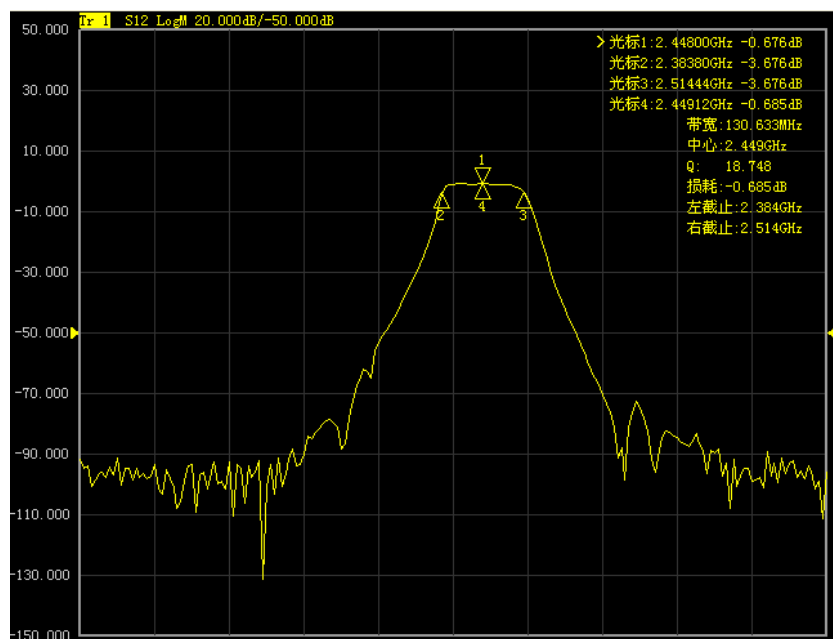

图 3.52 带宽搜索
- ① 在**高级光标**对话框中复选[离散光标]复选框，光标移到等于目标值的离散数据点。
- ② 在**高级光标**对话框中清除[离散光标]复选框，光标移到等于目标值的内插数据点。
- **带宽** 选择**带宽**搜索功能时，在**电平**框中设置两侧从峰值下降的电平（默认为-3dB），在此电平下进行带宽测量，如图 3.52 所示。测量时使用光标 1—光标 4，光标 1 搜索最大的峰值，光标 2 搜索峰值左侧下降指定电平的点，光标 3 搜索峰值右侧下降指定电平的点，光标 4 搜索带宽的中心点，测量完成后显示如下信息：
- **滤波器测试** 分析仪针对滤波器方面的测试专门设置了一项快捷功能,测试得出的各项参数会自动显示在屏幕上,可以方便用户直观的看到测试结果。滤波器测试功能由于减少了测试过程中的手动设置,对测试速度有很大的提高。如图 3.52 所示。